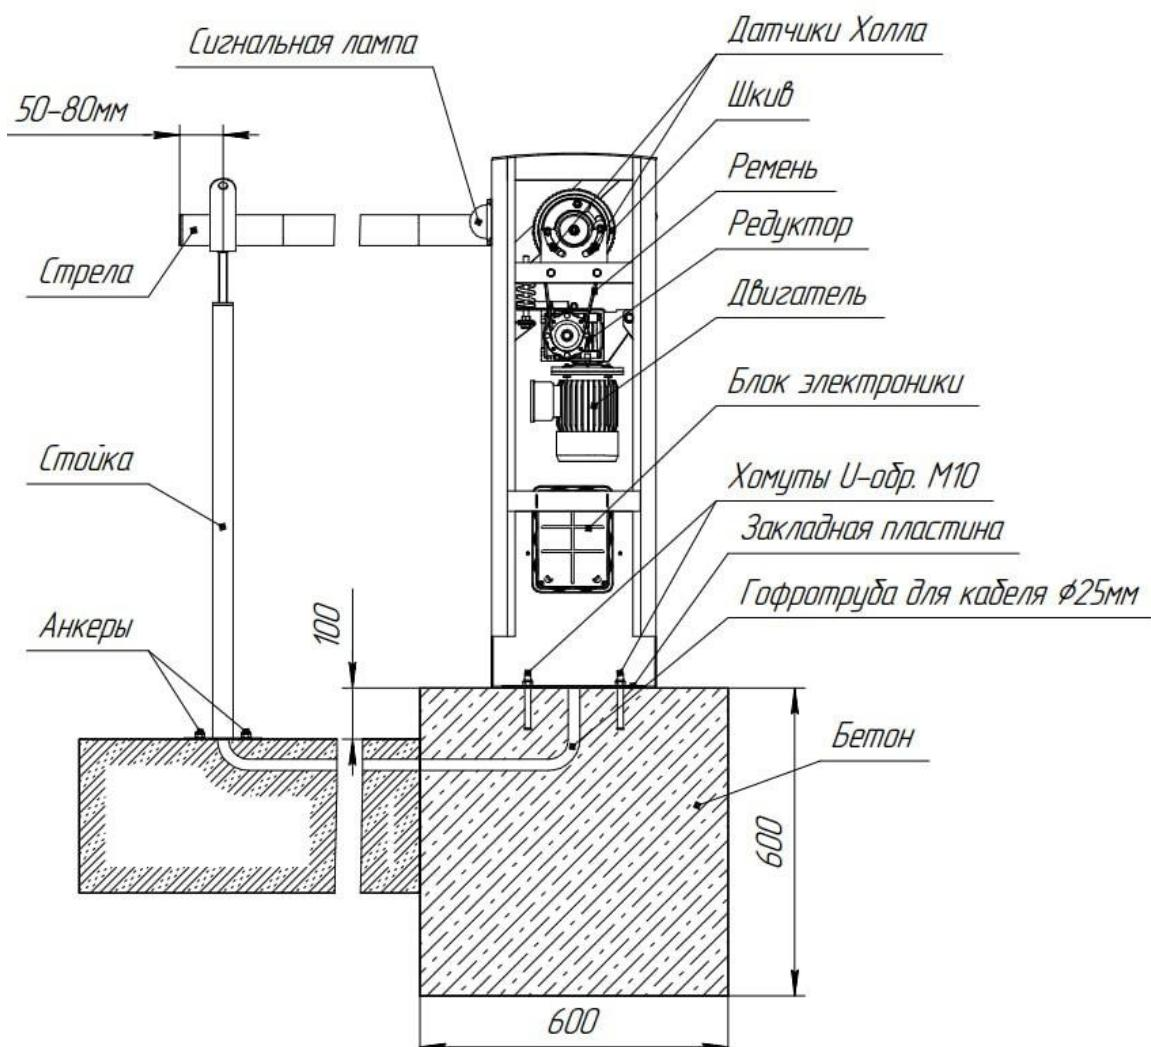

Рисунок 1
Шлагбаум следует установить на фундамент размером 600x600x600 из бетона марки не ниже М400. В процессе заливки фундамента необходимо в него установить монтажный комплект: закладную пластину и хомуты U-обр М10, при этом концы хомутов должны выступать над поверхностью фундамента своей резьбовой частью на высоту не менее 40 мм. Сам фундамент должен выступать над уровнем проезжей части не менее 100мм (см. Рис. 1, 2). После застывания фундамента тумба шлагбаума закрепляется на резьбовые части хомутов с помощью гаек М10 с кузовными шайбами М10.
На производстве шлагбаумы собираются в правостороннем исполнении (если смотреть со стороны крышки тумбы, стрела с права см. Рисунок 1, 2).
- * Переставить балансировочную пружину с левого крепления на рычаге и зацепе на правое крепление (см. Рисунок 1).
Концевые выключатели настраиваются таким образом, чтобы при срабатывании выключателя рычаг останавливался на расстоянии 1-2 мм от упоров, расположенных на верхней поверхности корпуса шлагбаума, не касаясь их (см. Рисунок 1).
Сигнальная лампа подключается к разъему X3. Напряжение ~220В. Активируется при движении стрелы шлагбаума. Лампа крепиться с боку корпуса шлагбаума (см. Рисунок 1)